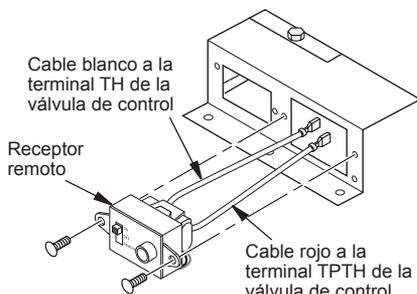

Figura 22 - Instalación del receptor remoto
5. Conecte los cables del receptor remoto a la válvula de control como se muestra en la figura 22.
6. Instale la unidad del receptor remoto en el soporte para control remoto y/o ventilador usando los tornillos incluidos (consulte la figura 22).